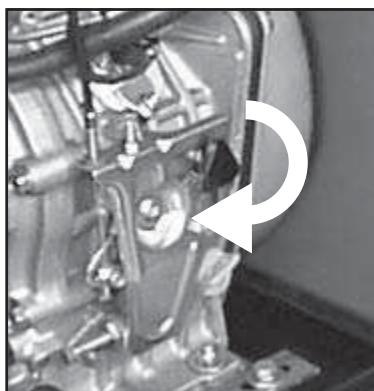

Fig.4
1) Llevar el mando del acelerador, situado sobre el motor (ver fig.4), a la posición baja (máximo número de revoluciones)